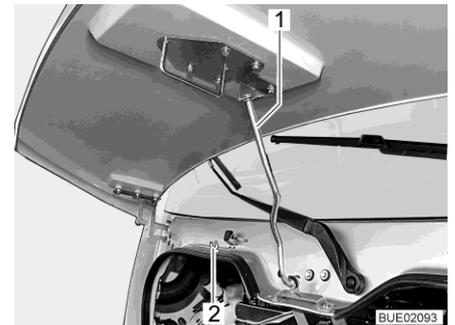

Fig. 42 Varilla de retención (Ixeo I)
- Sacar la varilla de retención (Fig. 42,1) del soporte (Fig. 42,2) y enganchar la misma en el alojamiento en el capó del motor.
- Desenganchar la varilla de retención (Fig. 42,1) del alojamiento en el capó del motor y hundir la misma en el soporte (Fig. 42,2).